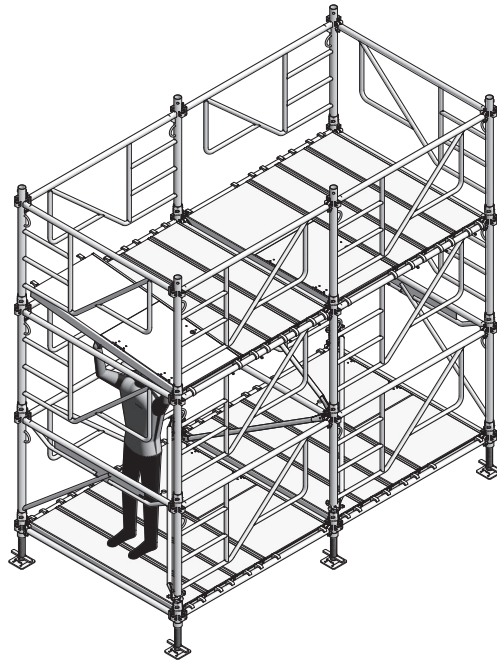

Abb. 19.1
19. Gerüstbeläge aus Ebene 1 in Ebene 2 einbauen (Abb. 19.1).